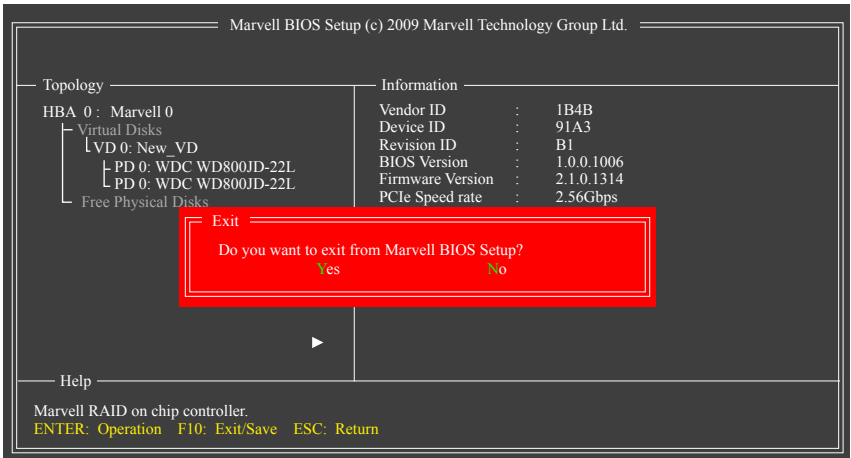

図 7
7. **設定を保存し、終了します。** RAID設定を完了した後設定画面を終了する前に、メイン画面で<F10>を必ず押してください。<Y>を押して確認するか、<N>を押してキャンセルします (図 7)。